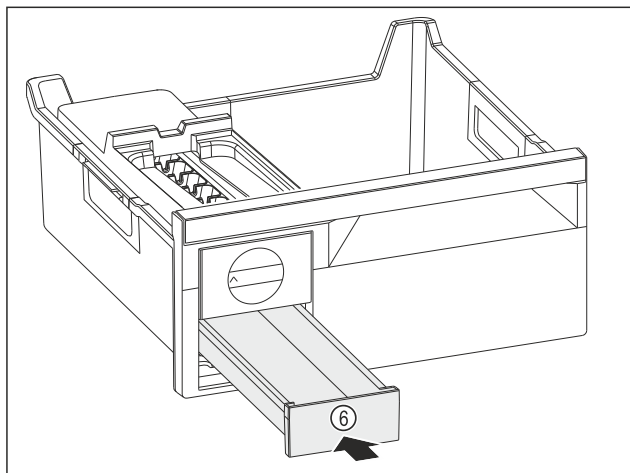

Fig. 188
- ▶ Umetnite Fig. 188 (6) pretinac za kockice leda.